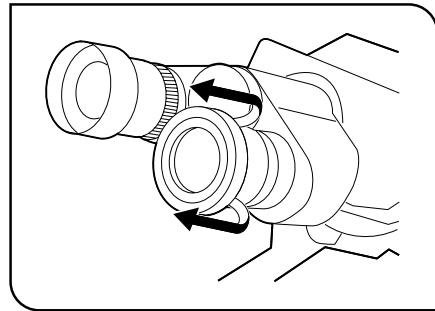

Fig. 17
**3 Using the Eye Shades (Fig. 17)**